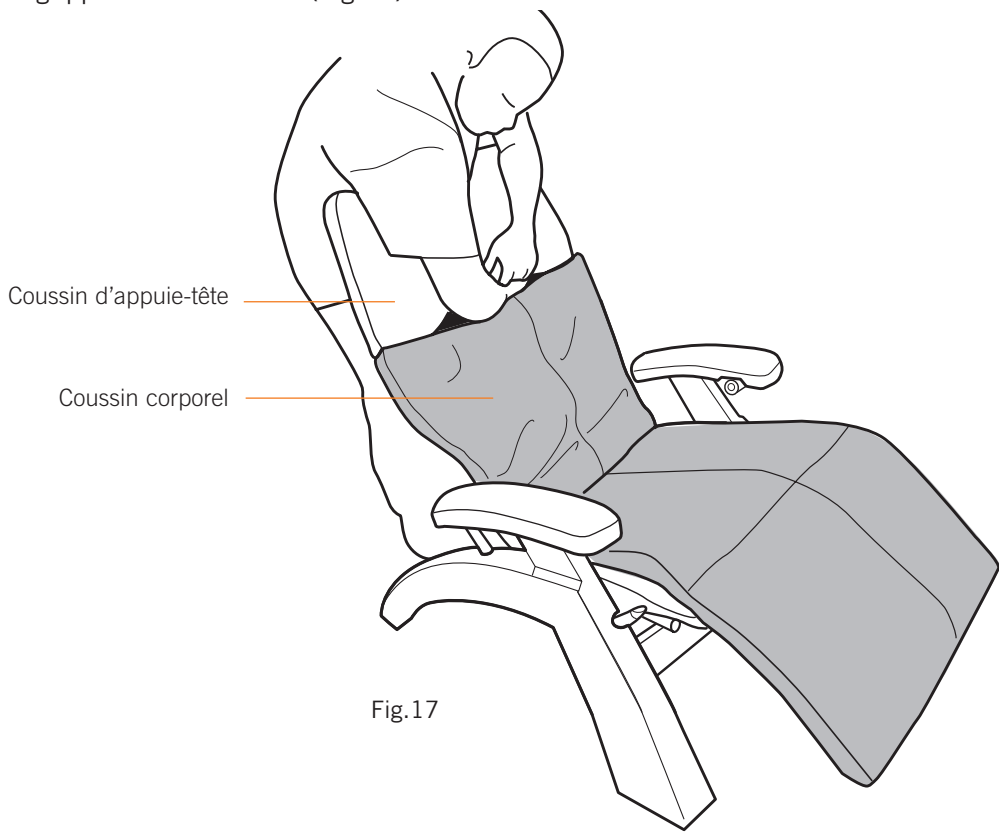

Fig.17
7. Insérez le rabat dans la partie supérieure du coussin corporel dans le coussin d'appuie-tête et lissez la partie inférieure du coussin d'appuie-tête fermement à plat pour fixer les fermetures autoagrippantes à l'intérieur (Fig.17).